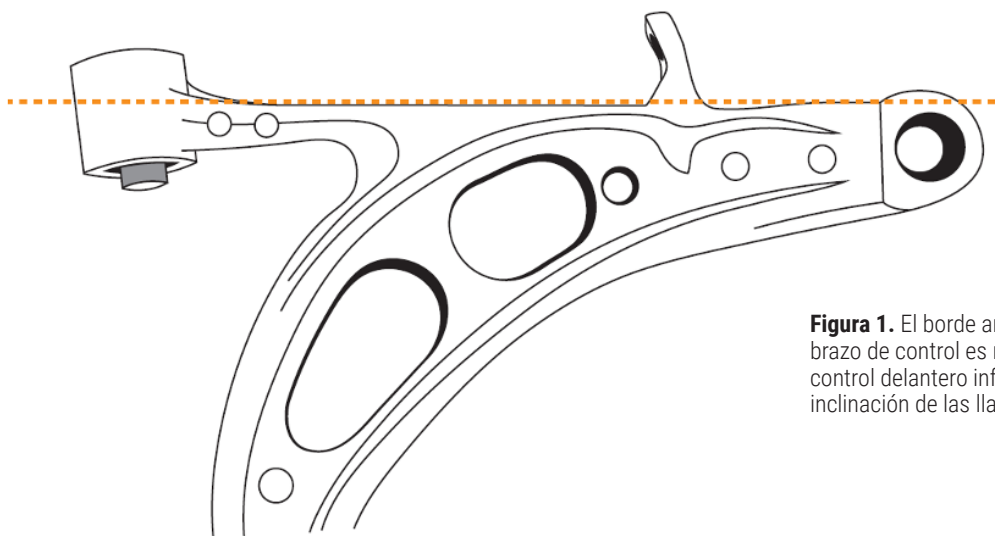

Figura 1. El borde anterior del cuerpo del brazo de control es recto en un brazo de control delantero inferior de adición sin inclinación de las llantas
- Un brazo de control delantero inferior de adición sin inclinación de las llantas se caracteriza por un borde anterior recto en el cuerpo del brazo de control. **Vea la Figura 1.**